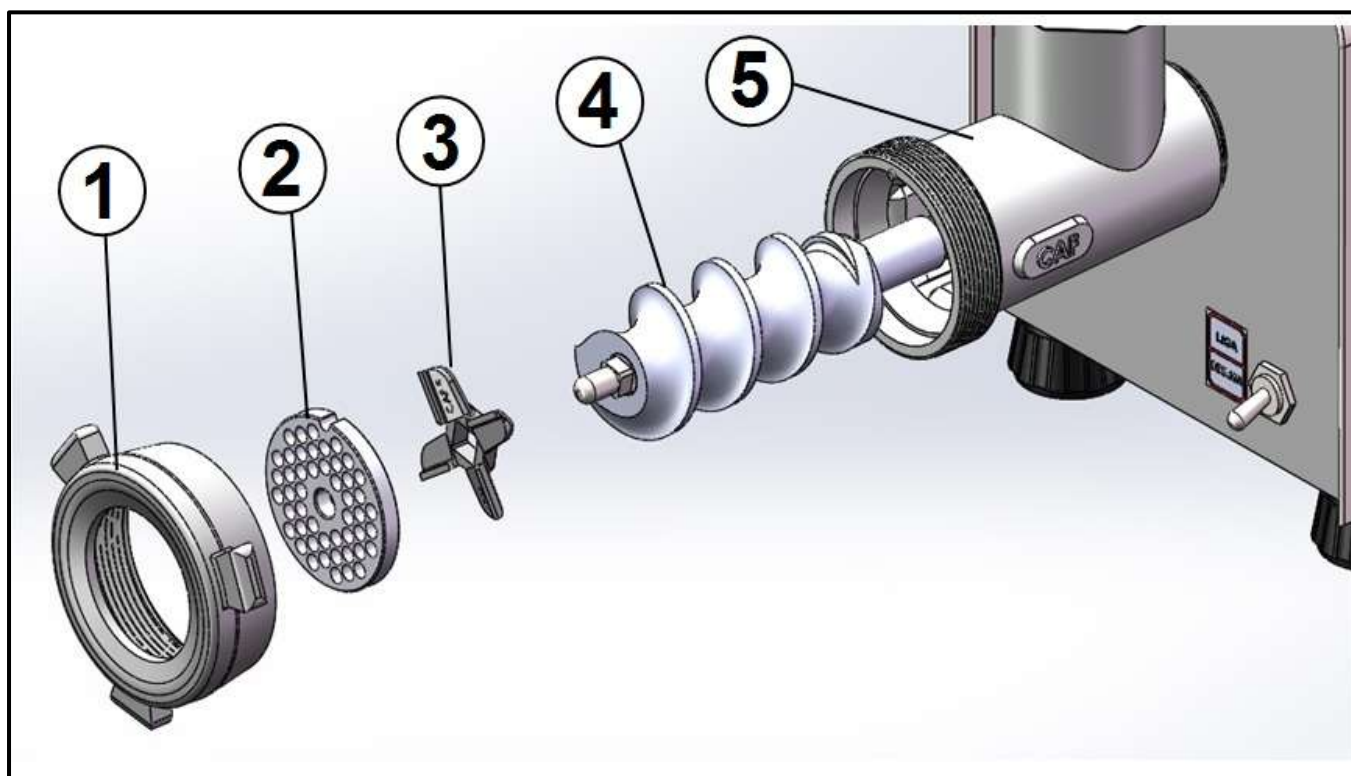

Fig. 2 - Moagem CAF 5
- Encaixe o Caracol montado (Item 4 - Fig. 2) no Bocal (Item 5 - Fig. 2).
- Encaixe a Cruzeta (Item 3 - Fig. 2) no pino do caracol, observando sua posição de corte (Corte para Frente).
- Coloque o disco com o furo desejado* (Item 2 - Fig. 2), certificando-se de que o mesmo esteja encaixado na chaveta do Bocal.
- Rosqueie o Volante (Item 1 - Fig. 2) até encostar no Disco.